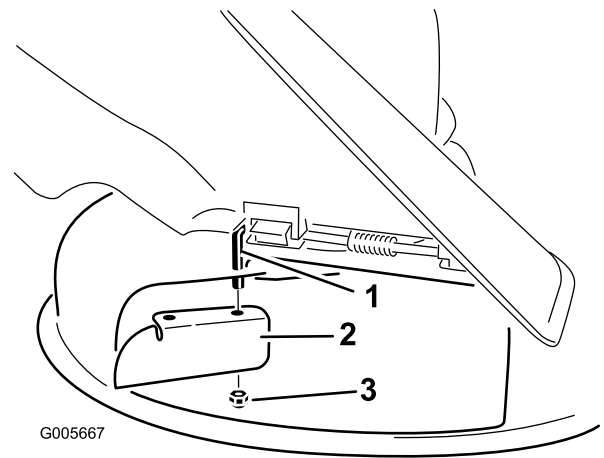

Bild 23
7. Montieren Sie das Versatzablenkblech an der frei liegenden Gelenkstange (Bild 23).
3. Entfernen Sie das Versatzablenkblech vom Mähwerk (Bild 23).